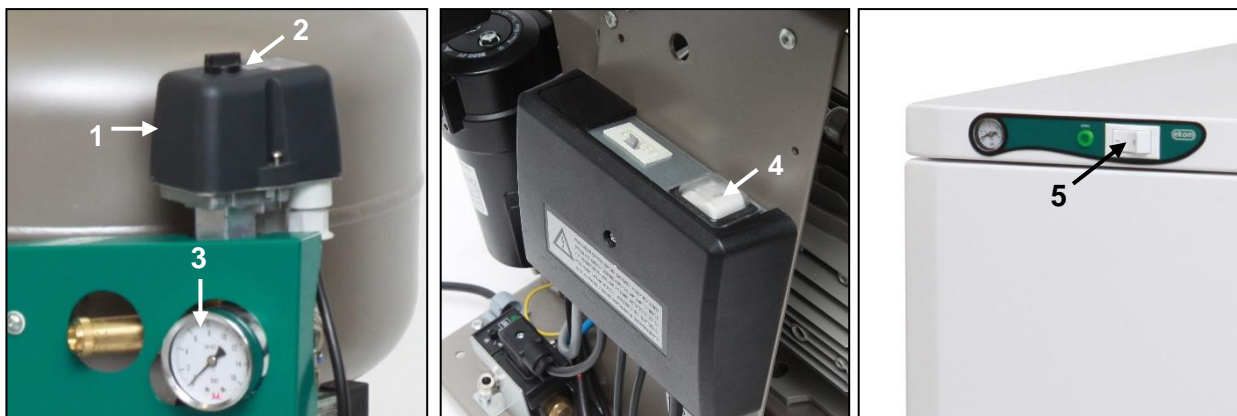

Fig.12
- Vérifiez que le commutateur du disjoncteur est sur la position « I ». Placez le commutateur du disjoncteur (4) sur la position « I » s'il se trouve sur la position « 0 ». (Fig. 12)
- Faites tourner le commutateur (5) situé sur la face avant de l'armoire en position « I » ; un voyant vert indique que l'appareil est en marche. (Fig. 12)
(Fig. 12)
(Fig.12)